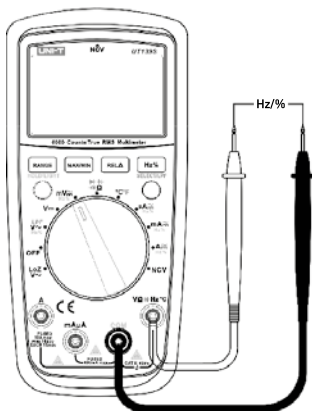

Рисунок 7
1) Установите поворотный переключатель в положение **mV** $\approx$, затем в режиме переменного тока нажмите кнопку **Hz/%** для переключения между измерением частоты и коэффициента заполнения (Рисунок 7).